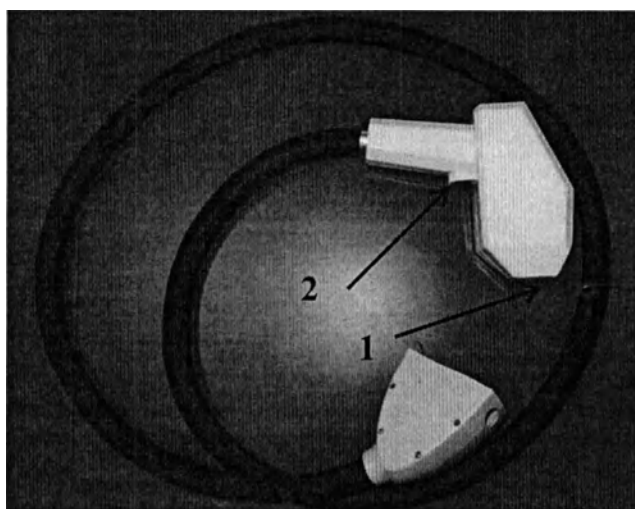

Рис. 12.12 – Внешний вид манипулятора 10 (1-защитное окно манипулятора, 2-кнопка нажатия педали)
12.4.1. Манипулятор 10 4кВт (диодная манипула 15x25мм) представляет собой диодный лазер с оптической системой и системой охлаждения торца непосредственно контактирующего с кожей. Площадь сканирования 15x25 мм. Дезинфекции подлежат части манипулятора непосредственно соприкасающиеся с кожей пациента. Внешний вид манипулятора 10 представлен на рис. 12.12.